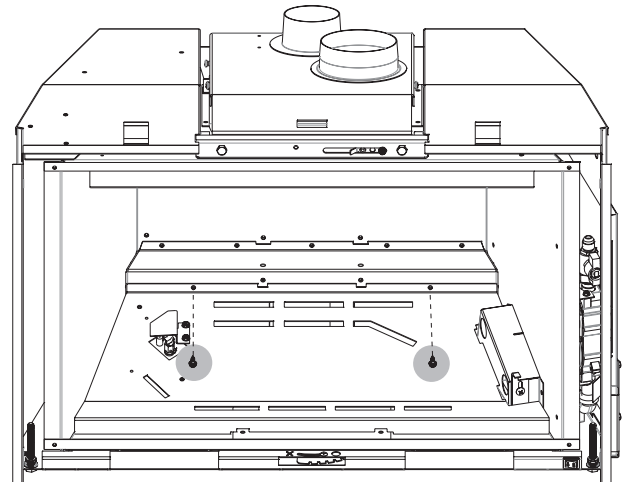

Figure 4
5. Retirer deux (2) vis qui maintiennent en place la base du brûleur. Soulever la base du brûleur hors du foyer. **Voir Figures 4 et 5.**